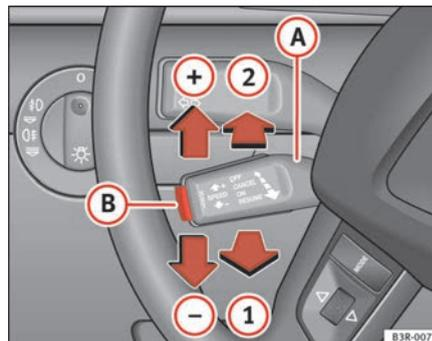

Fig. 143 Comandos do regulador de velocidade
- Puxe a palanca **A** para a posição ⇒ fig. 143 **1** para activar o sistema. ▶
- Desloque a alavanca **A** para cima, em direcção ao ⇒ página 178, fig. 143 **+**.
- Desloque a alavanca **A** para baixo, em direcção ao ⇒ página 178, fig. 143 **-**.
- Empurrando brevemente a alavanca **A** para cima, em direcção ao ⇒ página 178, fig. 143 **+** a velocidade programada aumenta aproximadamente 2 km/h.
- Empurrando brevemente a alavanca **A** para baixo, em direcção ao ⇒ página 178, fig. 143 **-** a velocidade programada diminui aproximadamente 2 km/h.
Se, ao desligar provisoriamente o dispositivo, não estava nenhuma velocidade programada, pode programar-se uma nova velocidade, da seguinte forma: Circule à velocidade desejada e prima, então, brevemente o botão ⇒ página 178, fig. 143 (B) (SET).
- Desloque a alavanca (A) ⇒ página 178, fig. 143 para a posição (2) (encaixada).